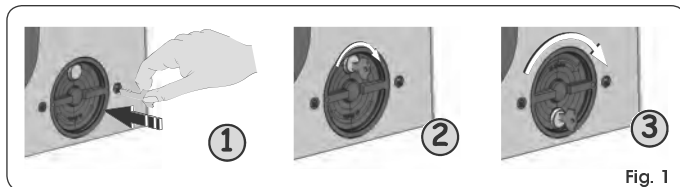

Fig. 1
1. Inserire l'apposita chiave in dotazione nella serratura, Fig. 1 Rif. ①, e ruotarla in senso orario come indicato in Fig. 1 Rif. ②.
2. Ruotare il sistema di sblocco in senso orario di circa 180°, come indicato in Fig. 1 Rif. ③.